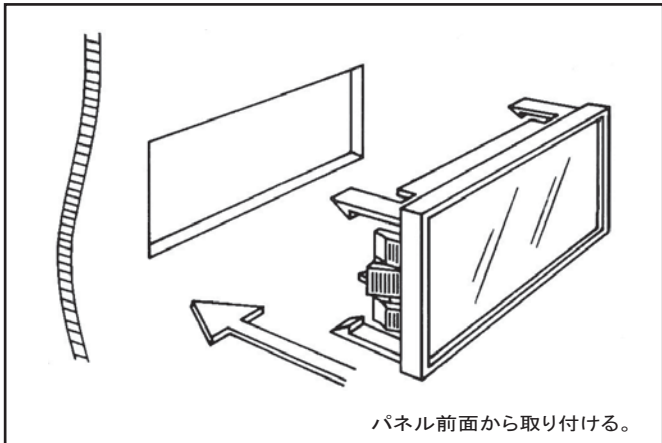

図5 ベゼルの取付け
- (1)取り付けパネルの前面からベゼルを差し込みます。(図5)